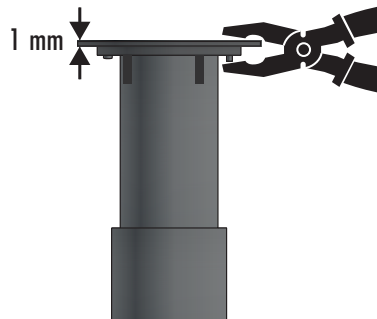

Abb. 5: Abzweigungsgrundkörper und Abdeckung verpressen
7. Verpressen Sie die Nasen mit Hilfe einer Flachzange, sodass Abdeckung und Grundkörper fest verbunden sind (s. Abb. 5). Die Verbindung kann auch durch ein Erwärmen der Nasen mit einem heißen Schraubenzieher erfolgen oder durch vorsichtiges Kleben mit einem Sekundenkleber-Gel. Verwenden Sie in keinem Fall einen flüssigen Sekundenkleber, da durch das Kriechverhalten des Klebstoffs auch Teile auf der Innenseite des Abzweigungskörpers verklebt werden könnten, was die Abzweigung unbrauchbar machen kann.